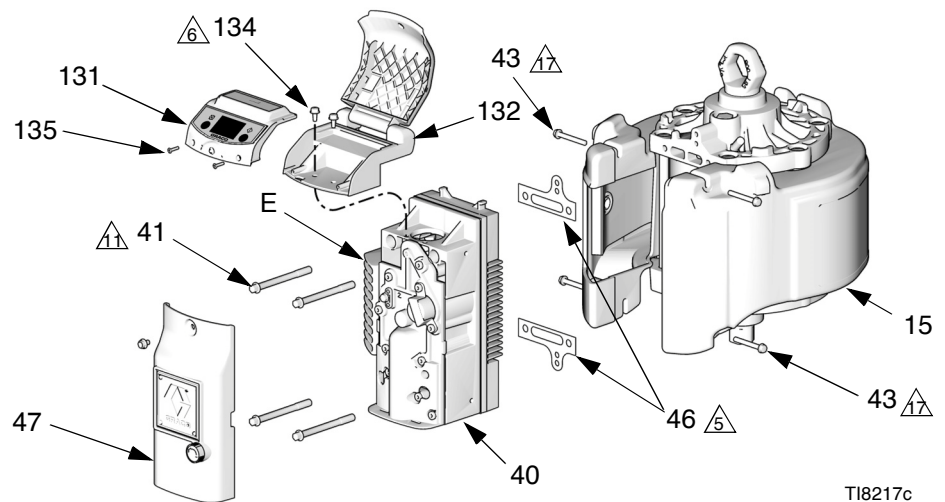

Рис. 9. Снятие воздушного клапана (на иллюстрации представлен двигатель с модулем DataTrak)
4. См. Рис. 9. Снимите наружную крышку (47) клапана.
- См. Рис. 9, стр. 20. Нанесите смазку на прокладки (46) и убедитесь в том, что они находятся на одной линии с отверстиями в задней части воздушного клапана (40). Установите воздушный клапан. Затяните винты (41) с усилием 27,1 Н•м (20 футофунтов). Затяните винты (43) рукой, затем подожмите их к шумоглушителю (15).